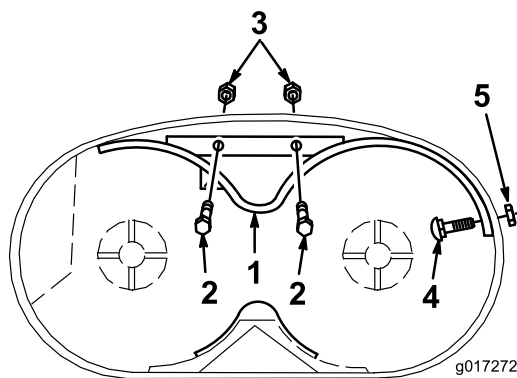

Figura 2
6. Fissate il dado del deflettore anteriore con un bullone a testa tonda (5/16 x 3/4 pollice) e un dado di bloccaggio (5/16 pollice) (Figura 2).